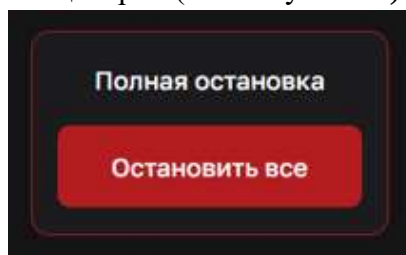

Рисунок 10 Блок «Полная остановка»
- оперативную остановку работы всех модулей ГРП во всех устройствах и отключение запущенного группового сценария (см. Рисунок 10).